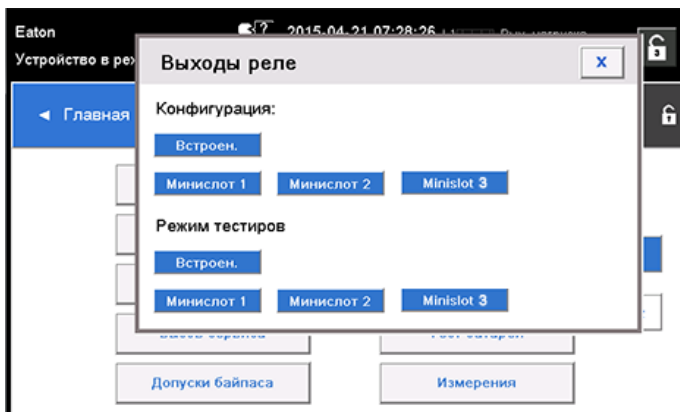

Рисунок 41. Параметры конфигурации релейных выходов
10. Для проверки реле необходимо выбрать любой из параметров в режиме тестирования (см. рисунок 41).